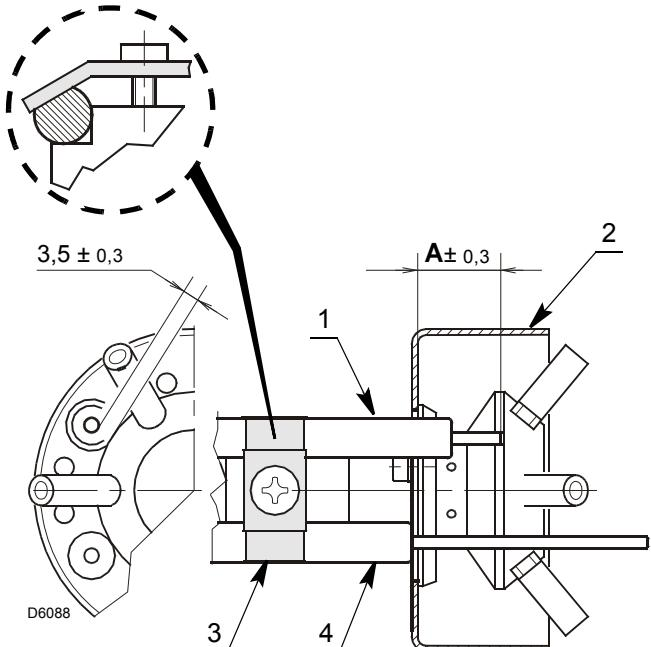

Fig. 15
- Asegurarse de que la plaqita 3)(Fig. 15) quede siempre colocada en la parte plana del electrodo 1).